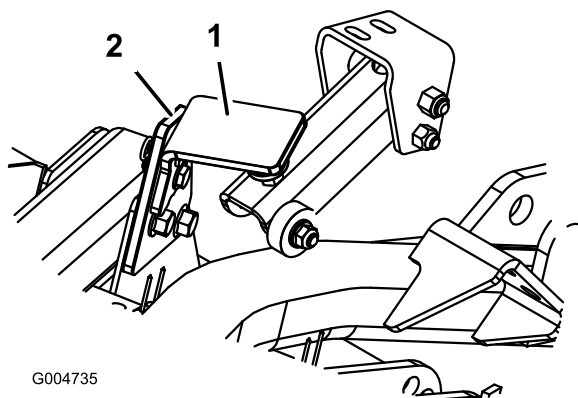

Figura 83
2. Retire o contrapino tipo grampo e pino de segurança que fixam o trinco de transporte da cobertura à respectiva placa (Figura 83). Desloque o trinco na direcção da parte posterior da cobertura.